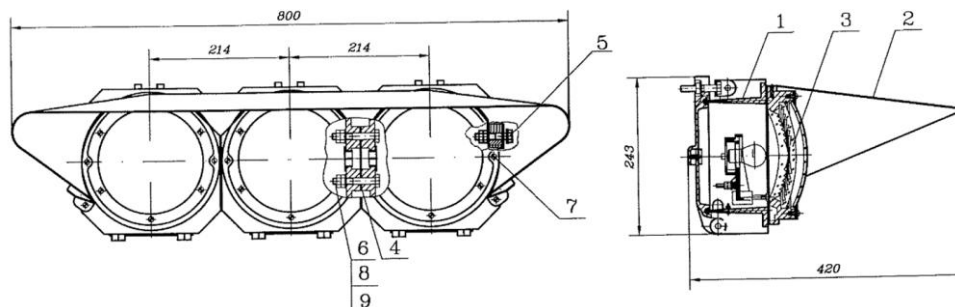

Рис.1. Указатель скорости (зеленая светящаяся полоса) по чертежу 16946-00-00
- скрепить три корпуса (рис. 1) болтами М10 длиной 65 мм (поз.6, 8, 9) с установкой изоляции (поз.4), закрепить гаечными ключами;